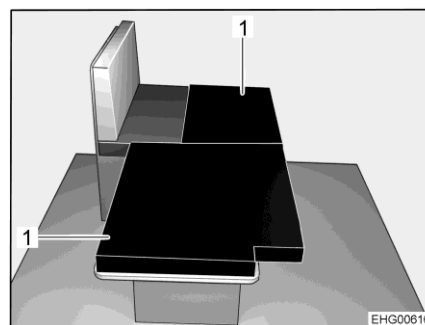

Bild 50 Efter ombyggnaden
- Lägg de båda extra dynorna (Bild 50,1) på det nersänkta bordet så som visas i bild.